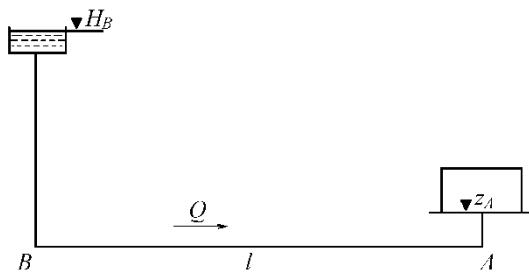

Рис. 2
- Определить диаметр трубопровода для подачи 15 л/с воды от водонапорной башни B до предприятия A (рис. 2) при длине трубопровода $l = 1000$ м, отметке уровня воды в башне $H_B = 32$ м, геодезической отметке в конце трубопровода $z_A = 2$ м и свободном напоре $H_{cs} \geq 12$ м, если трубы:
Перепад уровней в пьезометрах до сужения ($D_1 = 0,1$ м) и в узкой горловине ($D_2 = 0,05$ м) в трубе круглого сечения, в которой установлен водомер Вентури, составляет 0,4 м. Ускорение свободного падения принять равным 10 м/с^2 , $\pi = 3,14$. При входе в узкую горловину водометра, приведенного на рис. 2,
Перепад уровней в пьезометрах до сужения ($D_1 = 0,1$ м) и в узкой горловине ($D_2 = 0,05$ м) в трубе круглого сечения, в которой установлен водомер Вентури, составляет 0,4 м. Ускорение свободного падения принять равным 10 м/с^2 , $\pi = 3,14$. На рис. 2 постепенное расширение называется...